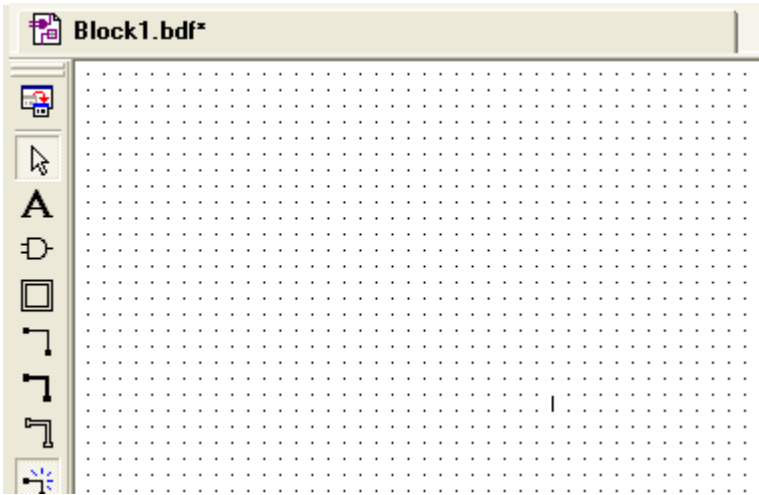

图 5-8 符号框图文件
4. 创建顶层实体描述文件。本次实验使用符号框图来完成这一步。实际上这与使用 Verilog 语言实现顶层实体完全等价。首先点击新建文件，选择其中的 Block Diagram/Schematic File。文件如图 5-8 所示。